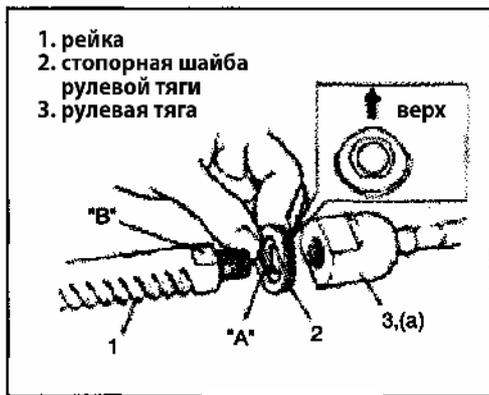

Рис. 443
- 1) Установите новую стопорную шайбу рулевой тяги и установите рулевую тягу на рейку, совместите метку "А" на стопорной шайбе с меткой "В" на рейке (Рис. 443).